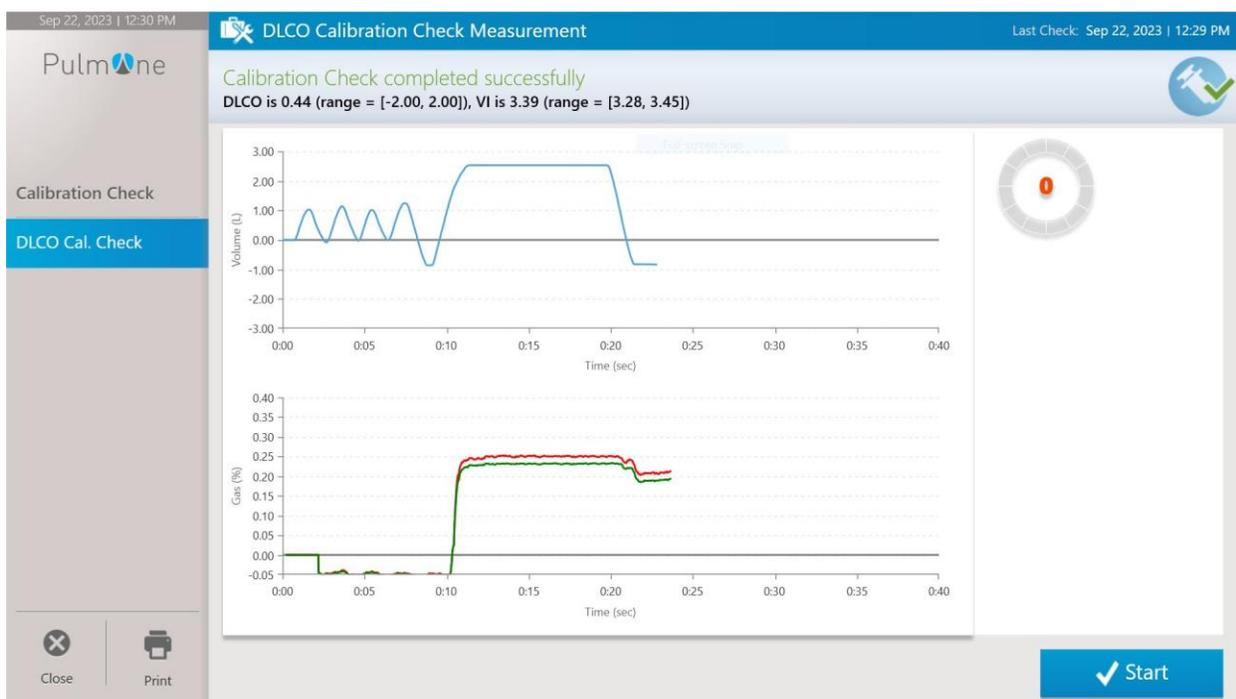

Abbildung 44: Erfolgreiche DLCO-Kalibrierungsprüfung
- b. Der gemessene DLCO-Wert sollte mit einer Toleranz von  $\pm 1$  mmol/min/kPa Null sein (siehe Abbildung 44).